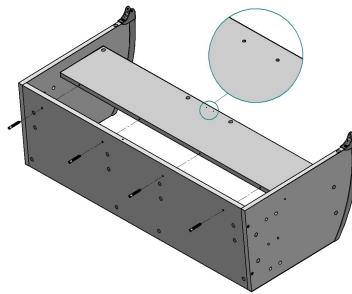

Рис. 2
4.1.2. К сборке по п. 4.1.1. прикрутить с помощью винтов конфирмат (поз. 1, пакет № 29 и пакет № 31) полку (поз. 4), см. рис. 2, рис. 2а.
Рис. 2а